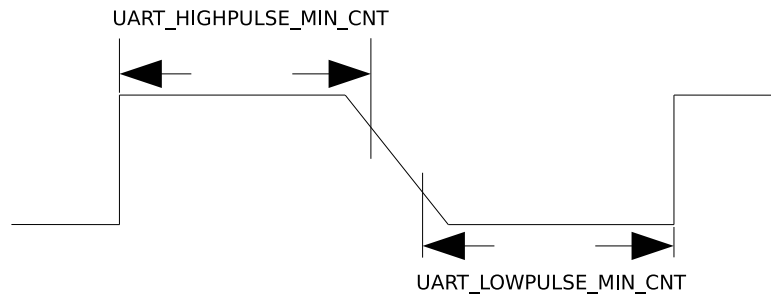

图 19.4-3. UART 信号下降沿较差时序图
2. 对于 UART 信号的下降沿信号比较差的情况，如图 19.4-3 所示，这时通过取 `UART_LOWPULSE_MIN_CNT` 与 `UART_HIGHPULSE_MIN_CNT` 的和平均得到的值不准确，可以通过 `UART_POSEDGE_MIN_CNT` 获取发送方波特率。计算公式如下：